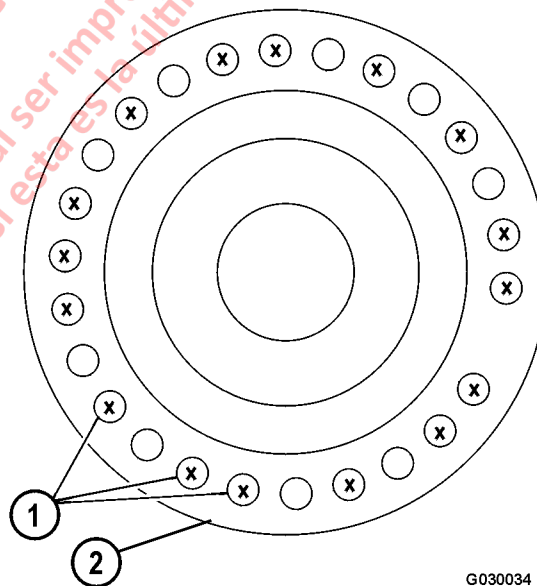

FIGURA 3-4. HERRAMIENTA PARA EXTRAER EL HUSILLO
- Consulte la Figura 3-4. Retire solo los tornillos marcados con una "X".